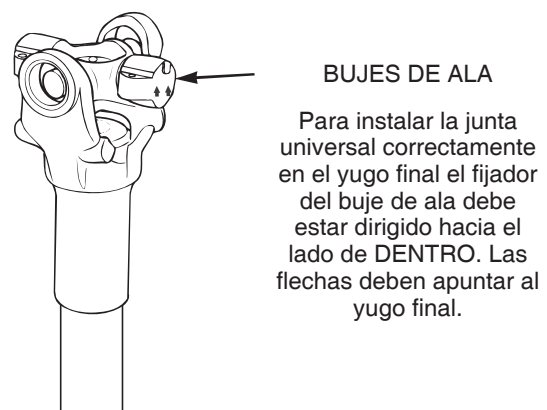

Figura 4.31
2. Instale la junta universal en el yugo hasta que el fijador del rodamiento de alas esté dirigido hacia DENTRO y las flechas apunten hacia el final de los yugos de acoplamiento. Figura 4.31.